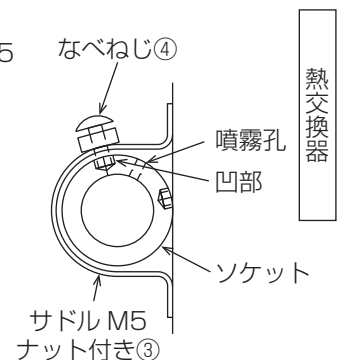

図5
※ なべねじ④のねじ先がソケットの凹部に入っていることを確認してください。・・・図5
右配管取出しの場合は、ソケットが右側となるようにスプレー本体を配置して図5のように取付けてください。